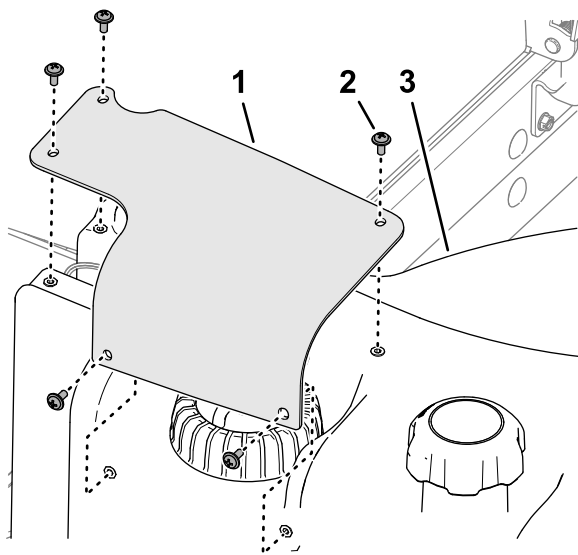

図 130
7. 燃料センダのカバーについている穴を燃料タンクの穴に合わせ、プラスねじ5本でカバーをタンクに取り付ける 図 130。